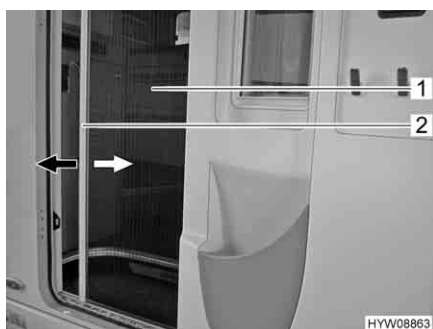

Fig. 26 Protezione contro gli insetti
- Afferrare la barra di presa (Fig. 26,2) con entrambe le mani ed estrarre con movimento uniforme la protezione contro gli insetti (Fig. 26,1) dall'alloggiamento della porta.
- Afferrare la barra di presa (Fig. 26,2) con entrambe le mani e spingere la protezione contro gli insetti (Fig. 26,1) nell'alloggiamento della porta esercitando una leggera pressione.